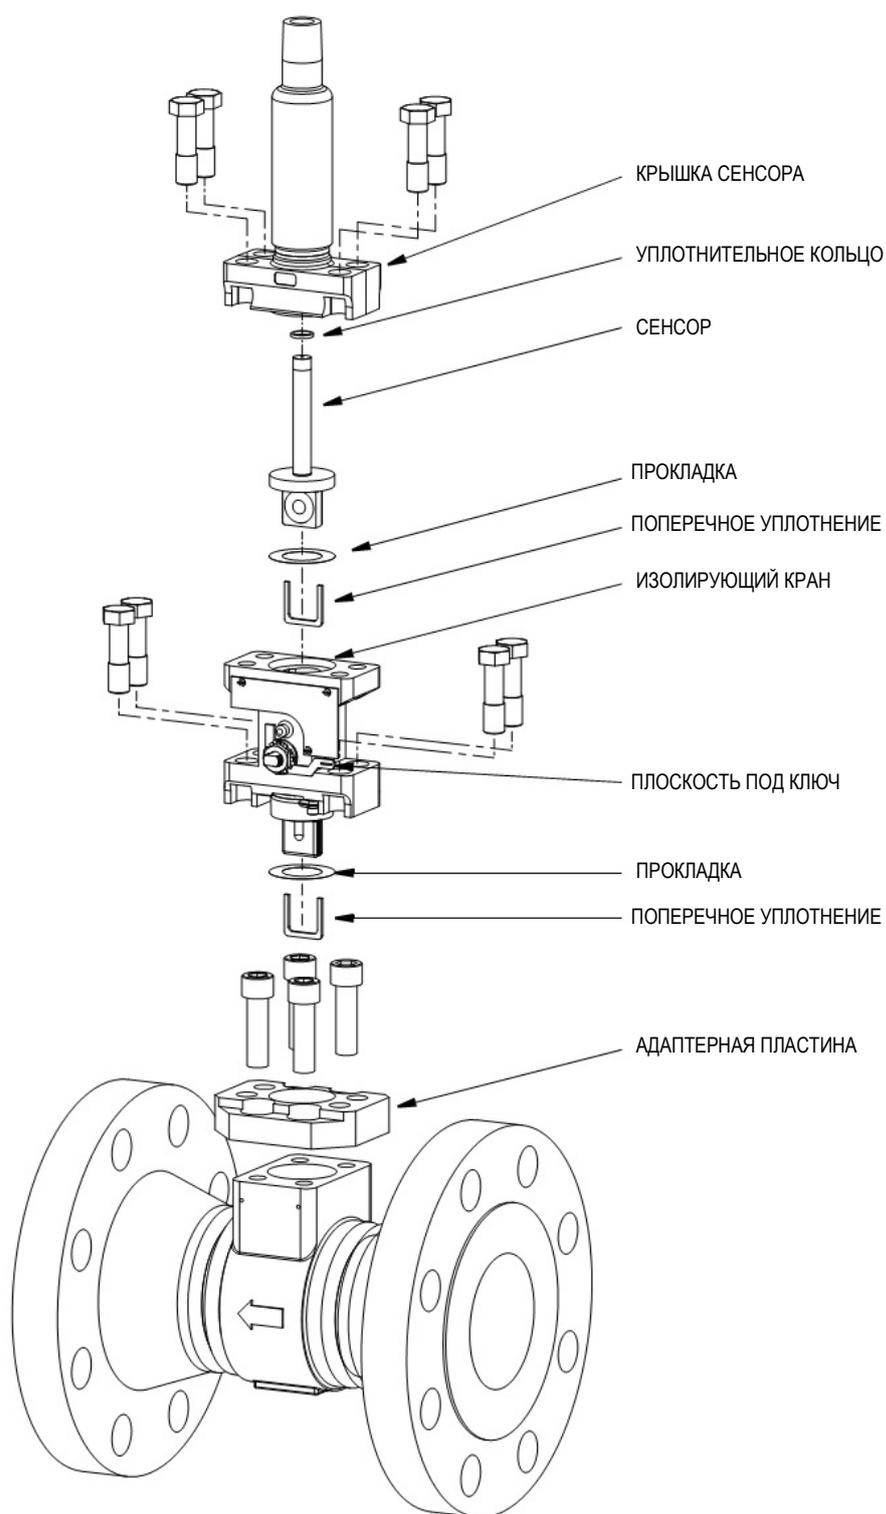

Рисунок 62. Одиночный изолирующий кран (Стиль В)
4. Установите новые прокладку и поперечное уплотнение на нижнюю секцию корпуса крана и вставьте кран в паз на корпусе датчика расходомера. См. рисунок 62. Используются такие же прокладки и поперечные уплотнения, которые применяются для сенсоров.